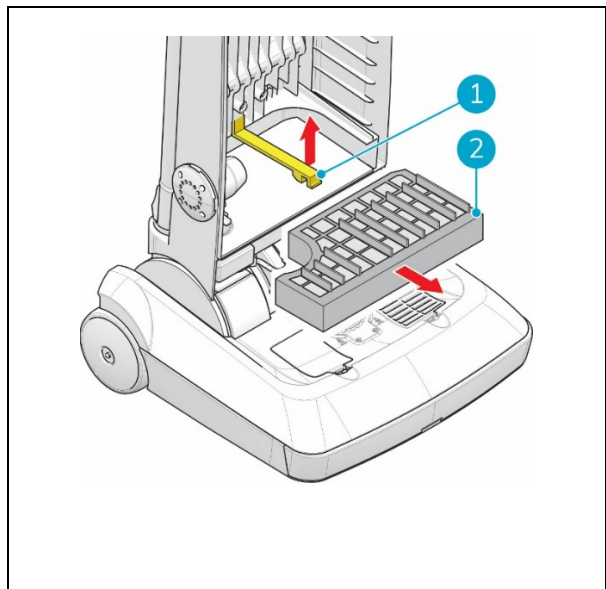

Figura 22
2. Levanta la pinza amarilla (Figura 22, pos. 1).
3. Retira el filtro de cajetín usado (Figura 22, pos. 2).